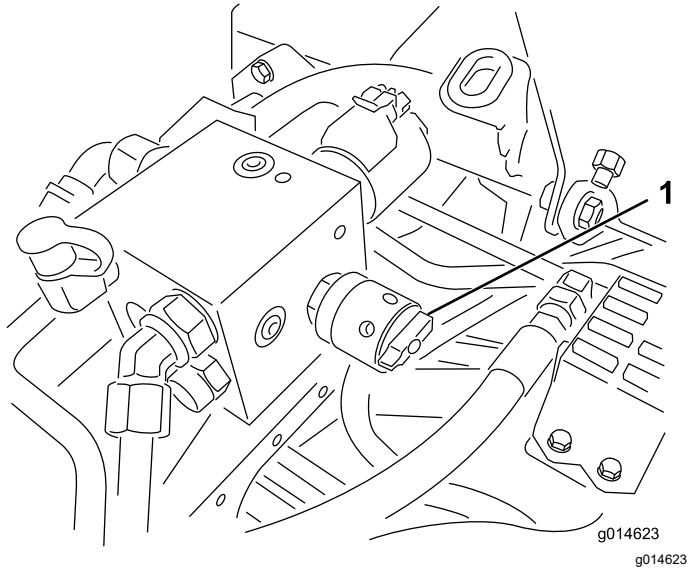

Figura 60
- Gire el control de velocidad del molinete a la posición 1 (Figura 60).
- Ajuste la velocidad de los molinetes girando el pomo (Figura 60) hasta que las flechas estén alineadas con el número determinado en el paso 3.